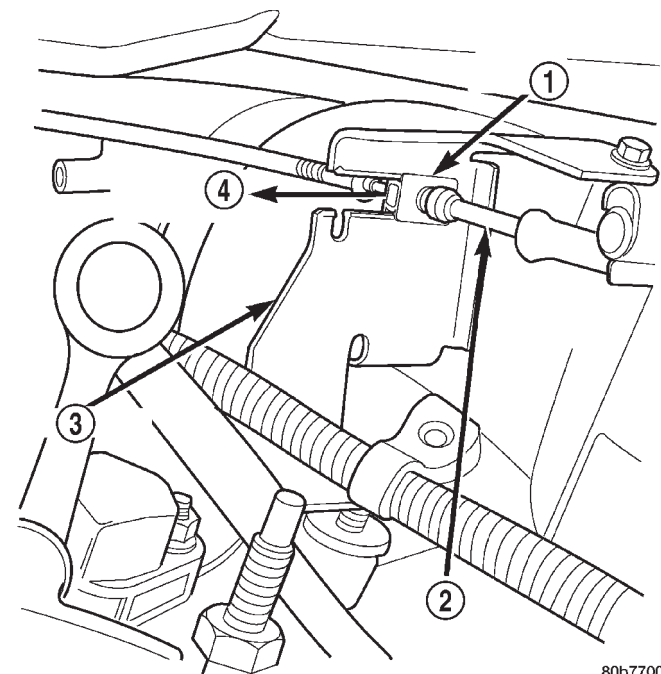

Abb. 7 Tempomat-Seilzug an der Halterung—4.7L-V8-Motor
(7) Kunststoffhalter des Tempomat-Seilzugs in Richtung Beifahrerseite schieben und Seilzug von der Halterung abnehmen (Abb. 7).